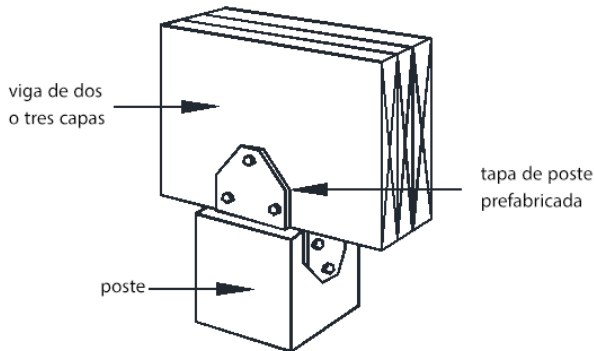

FIGURA 19: CONEXIÓN DE LA TAPA DEL POSTE
- Las vigas se unirán a postes de 6x6 utilizando uno de los métodos que se muestran en la FIGURA 18o 19. Las vigas se unirán a postes de 4x4 utilizando el método que se muestra en FIGURA 19.